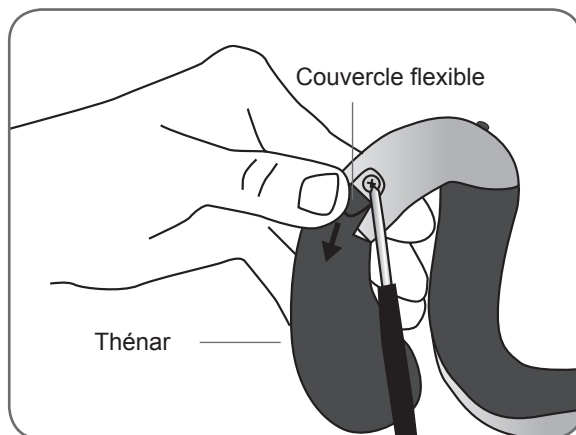

Figure 6-3 : Fixation du thénar à l'extrémité spiralée de l'orthèse.
4. Serrez la vis du thénar. La vis affixe solidement l'unité du thénar en place et assure le contact électrique entre l'unité thénar et l'orthèse. Reportez-vous à la Figure 6-3.